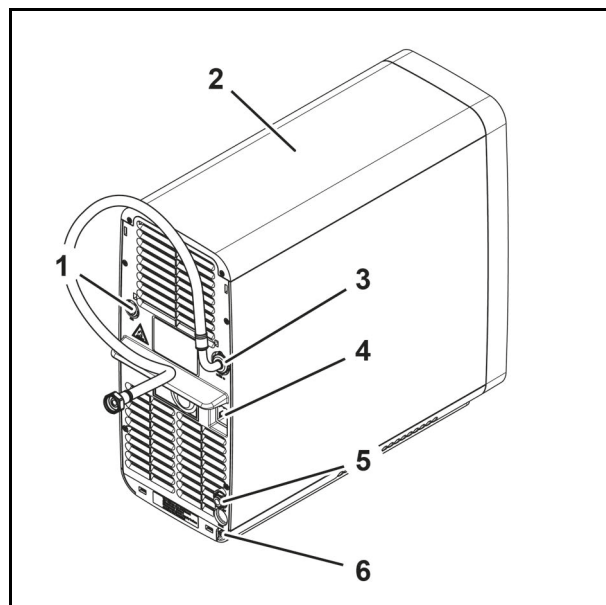

Abb. 13
5. Schließen Sie ggf. die externe CO₂-Versorgung (Abb. 13/1) an das Untertischgerät (Abb. 13/2) an, siehe Kapitel 5.6.
6. Schließen Sie die Produktleitung (Abb. 13/5) an das Untertischgerät (Abb. 13/2) an.
7. Schließen Sie die Kaltwasserleitung (Abb. 13/3) an das Untertischgerät (Abb. 13/2) an.
8. Verbinden Sie die elektrische Leitung der Armatur mit dem Anschluss (Abb. 13/7) des Untertischgeräts (Abb. 13/2).
9. Verbinden Sie den Netzstecker mit dem Anschluss (Abb. 13/4) des Untertischgeräts (Abb. 13/2).